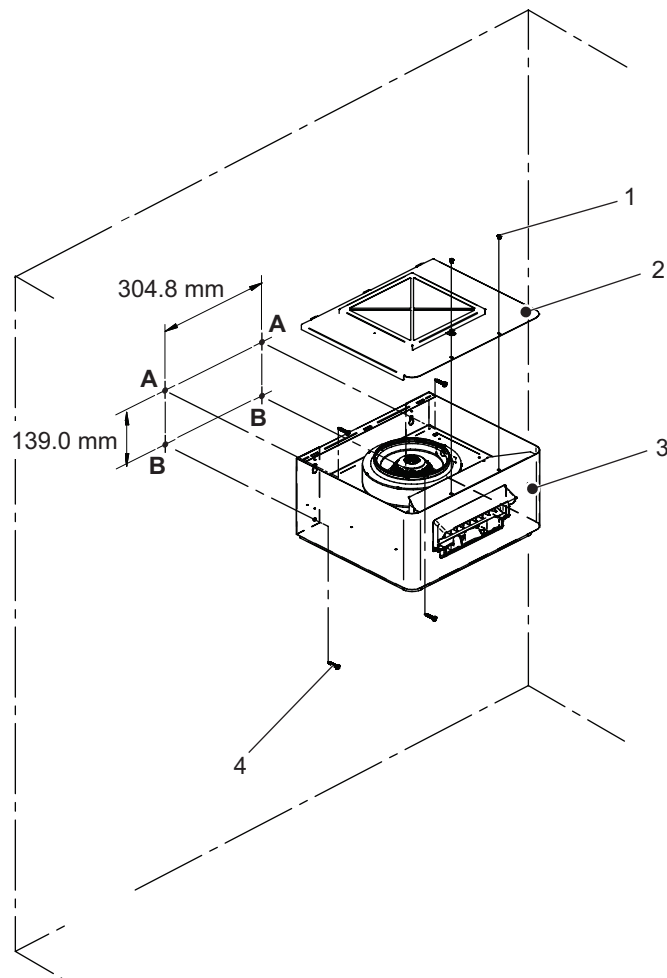

Bild 11: An der Wand montiertes Ventilationsgerät
- Wählen Sie eine geeignete Montagestelle an der Wand oder der Montageoberfläche, welche das gesamte Gewicht des Ventilationsgeräts tragen kann. Markieren Sie die Befestigungspunkte „A“ und „B“ an der gewünschten Stelle mit Hilfe einer Wasserwaage – siehe *Bild 11*.